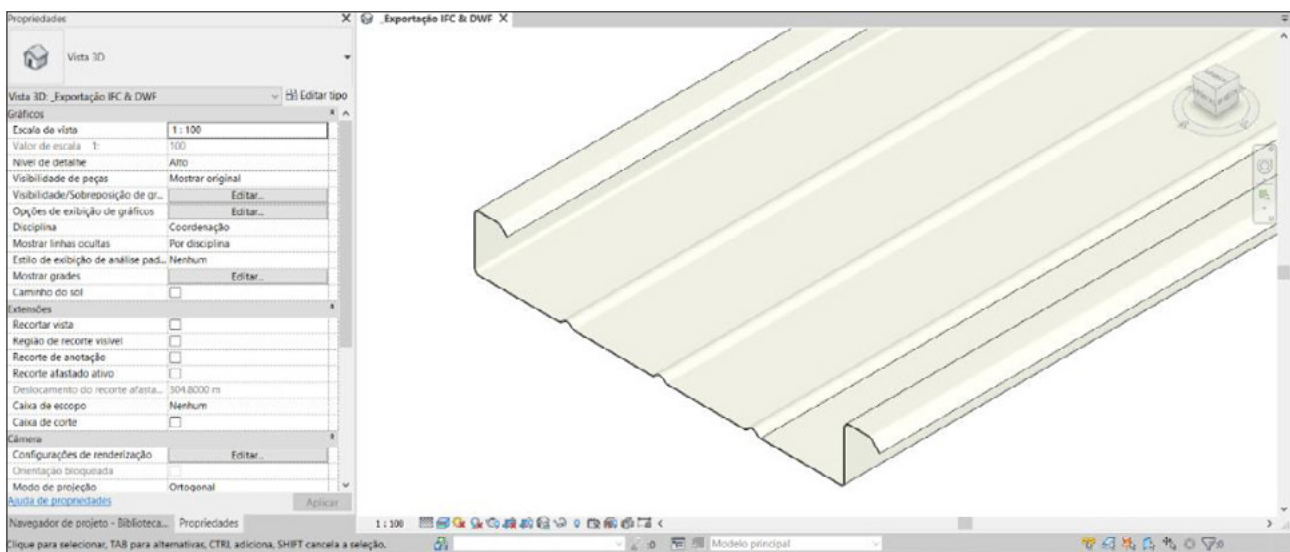

Figura 5 – Aparência da peça individual “Bandeja Cassete 60” com o material “Pintura Especial - Granito Branco”.
13. Selecione a peça e no painel “Propriedades”, selecione o tipo “CASSETE 60 Esp. 0.65 mm – Pintura Especial – Granito Branco”. Então, verifique se a textura observada na janela “Navegador de materiais” aparece. A Figura 5 mostra como a peça deverá se parecer ao selecionar o tipo de família indicado.
As pinturas especiais foram configuradas no software Autodesk Revit® utilizando o recurso de “Materiais” disponível na aba “Gerenciar”, painel “Configurações” (Figura 5).